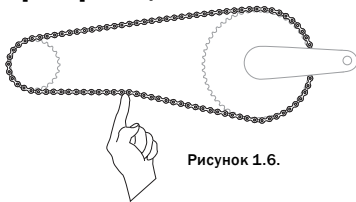

Рисунок 1.6.
- Ножной тормоз: в середине цепи общее вертикальное перемещение не должно превышать диапазона 6 – 12 мм (рис. 1.6).